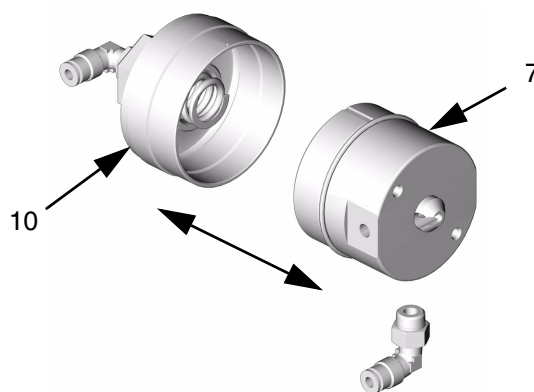
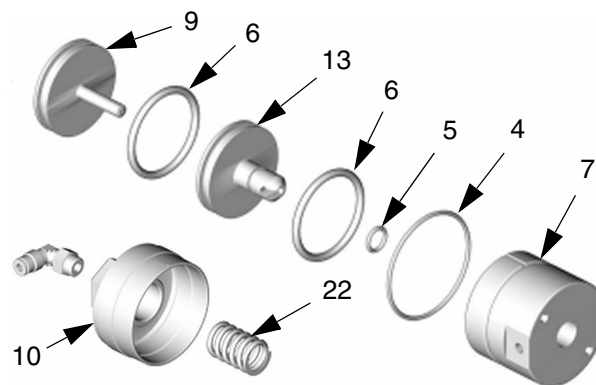

FIG. 5
FIG. 6
1. Svitare il tappo della valvola (10) dall'alloggiamento (7) e toglierlo. Ispezionare l'anello di tenuta (4). Vedere FIG. 5.
2. Estrarre i pistoni (9,13) dalla parte inferiore dell'alloggiamento (7) per verificare gli anelli di tenuta (5, 6). Vedere FIG. 6.
3. Rimuovere la molla (22) dal tappo della valvola (10).
1. Inserire la molla (22) nel tappo della valvola (10). Vedere FIG. 6.
2. Inserire i pistoni (9,13) nella parte inferiore dell'alloggiamento (7).
3. Avvitare il tappo della valvola (10) sull'alloggiamento (7) fino a che non si avverte una leggera resistenza quando il tappo (10) tocca l'anello di tenuta (4) sull'alloggiamento (7). **Non serrare il tappo della valvola (10) in questo momento.** Vedere FIG. 5.